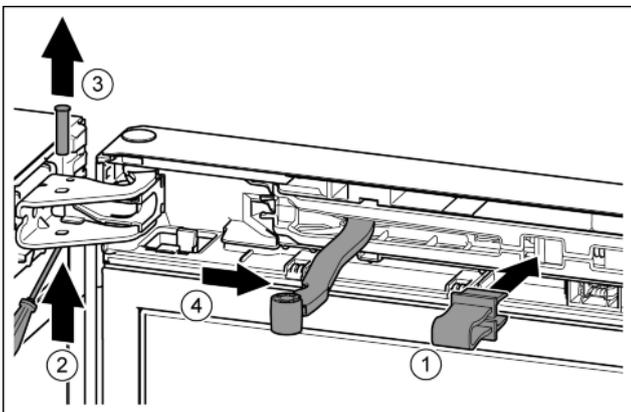

Fig. 12
- ▶ Sicherung in Öffnung einrasten. Fig. 12 (1)
- ▶ Bolzen mit Schraubendreher herauschieben. Fig. 12 (2)
- ▶ Bolzen nach oben herausnehmen. Fig. 12 (3)
- ▶ Gelenk in Richtung Tür drehen. Fig. 12 (4)